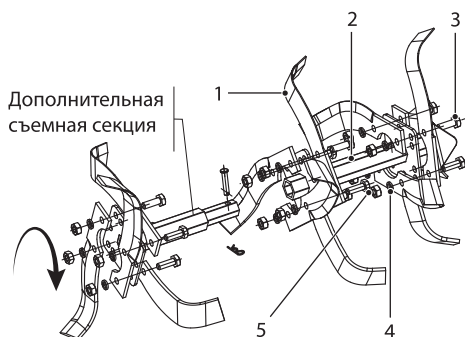
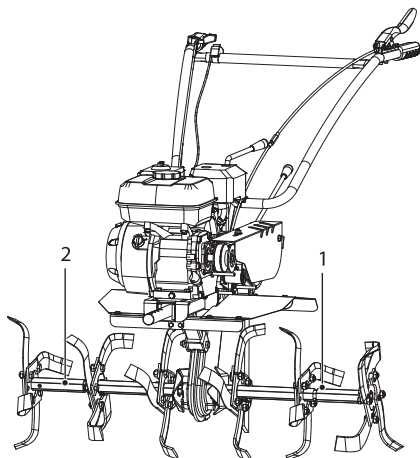

Рис. 10
Рис. 11
Схема сборки правой фрезы показана на рис. 10. Фреза разборная, состоит из двух секций: одноручьевая и двухручьевая. Левая собирается зеркально.
Последовательно установите ножи 1 на фланцы 2 оси фрезы (рис. 10) (устанавливайте ножи таким образом, чтобы заточенные поверхности ножей при работе вращались вперед) и надежно закрепите их с помощью болтов 3, шайб 4 и гаек 5. Фрезы необходимо собирать правильно, т.е. каждый последующий набор ножей (ручей) должен идти со смещением на 30°, образуя пространственную спираль. Данная схема позволяет равномерно распределять нагрузку на двигатель при вращении вала. Левая (1) и правая (2) фреза собирается симметрично относительно друг друга (рис. 11).